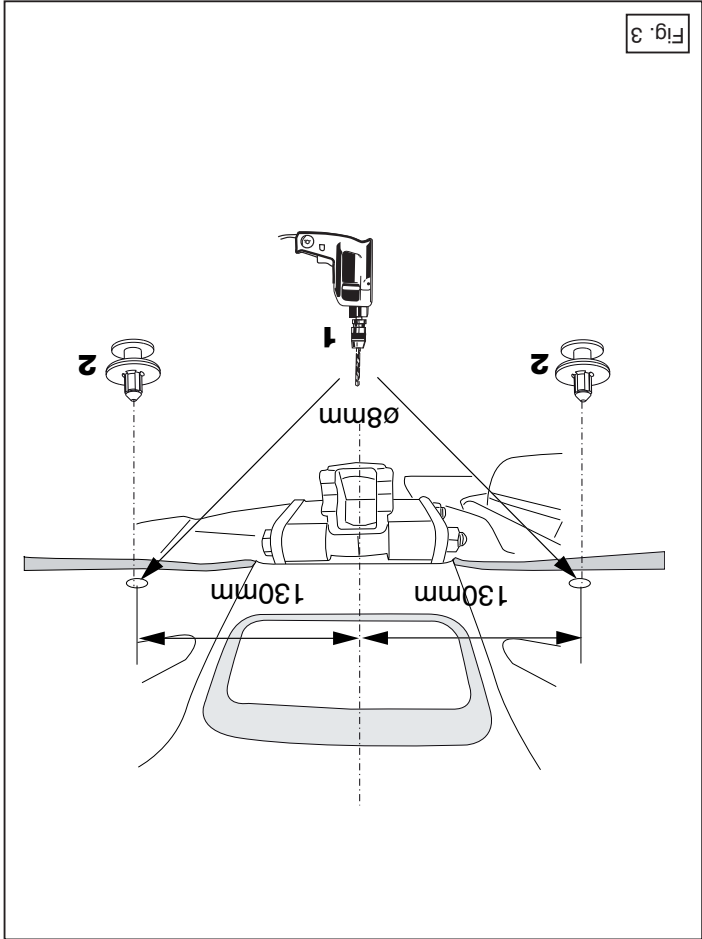

Fig. 3
13. Fix bottom side of the bumper. See figure 3.
13. Die Unterseite der Stoßstange befestigen. Siehe Abbildung 3.